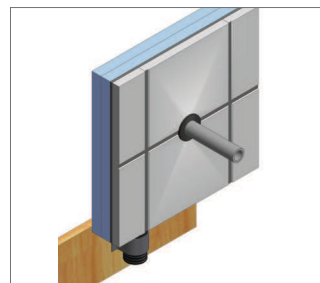

Fig. 5-51
- **Steg 4:** Kapa RAUTITAN flex till den rörlängden som krävs enligt fixturtillverkarens monteringsanvisningar (Fig. 5-51).